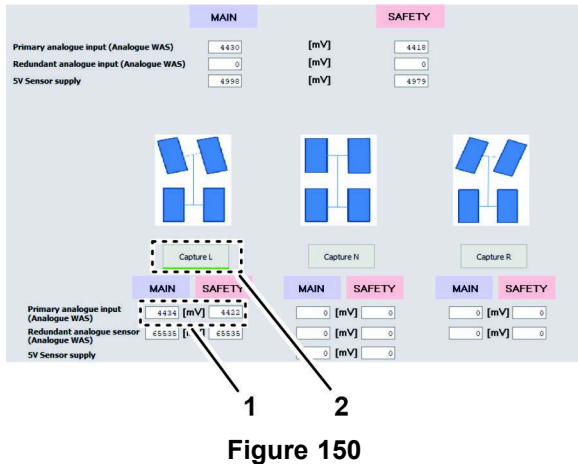

Figure 150
4. Cliquez sur l'icône CAPTURE L (Figure 150).